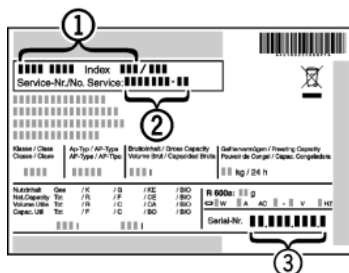

Fig. 11
- ▶ Apparaataanduiding Fig. 11 (1), service-nr. Fig. 11 (2) en serie-nr. Fig. 11 (3) van het typeplaatje aflezen. Het typeplaatje bevindt zich aan de linkerkant binnen in het apparaat.
- ▶ Contact opnemen met de Technische Dienst en het probleem, apparaataanduiding Fig. 11 (1), service-nr. Fig. 11 (2) en serie-nr. Fig. 11 (3) mededelen.